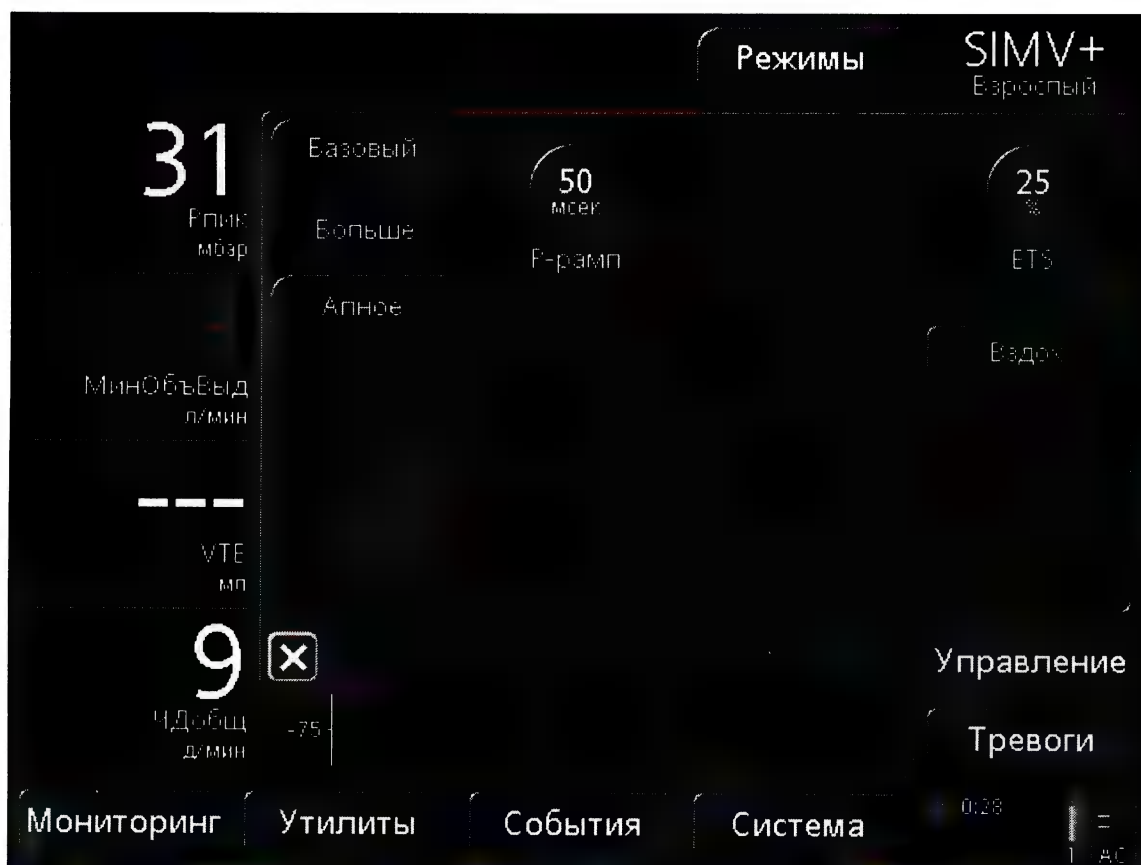

Рисунок 4-5. Окно «Больше»
3. Откройте окно «Управление» -> «Больше» (рис. 4-5), после чего выберите и измените необходимые параметры.
2. Откройте окно «Управление» -> «Больше» (рис. 4-5), после чего выберите и измените необходимые параметры.